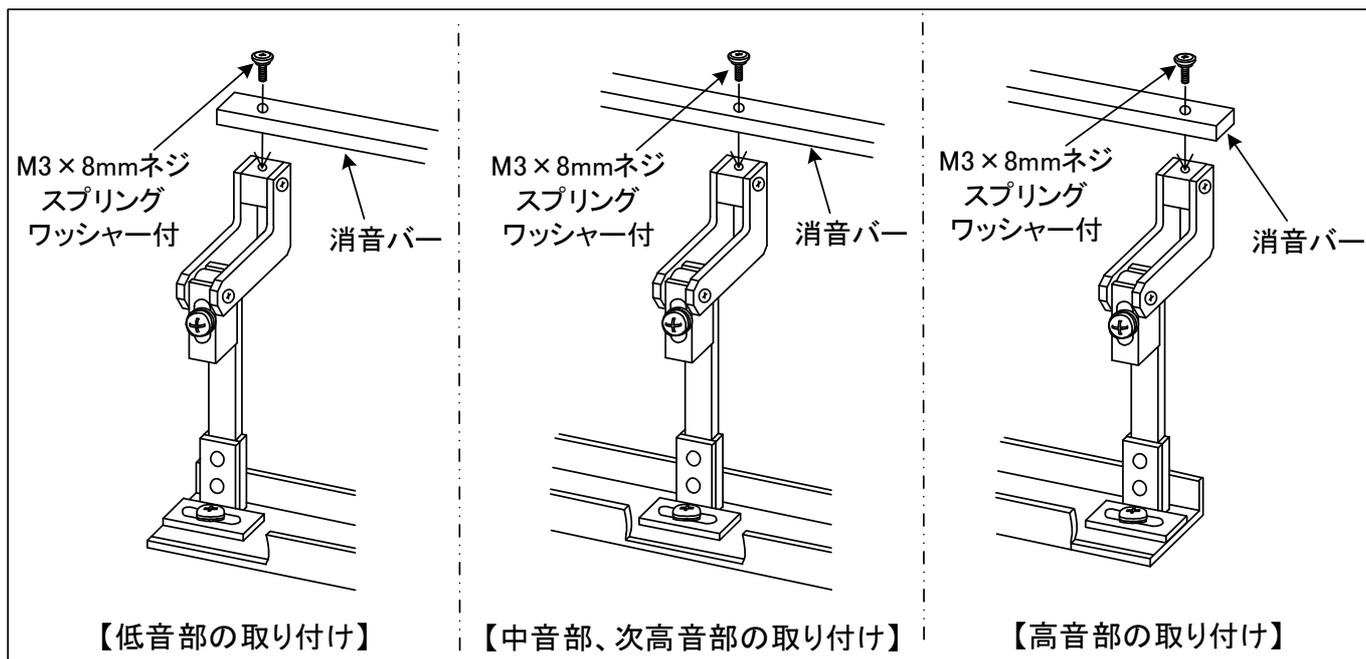
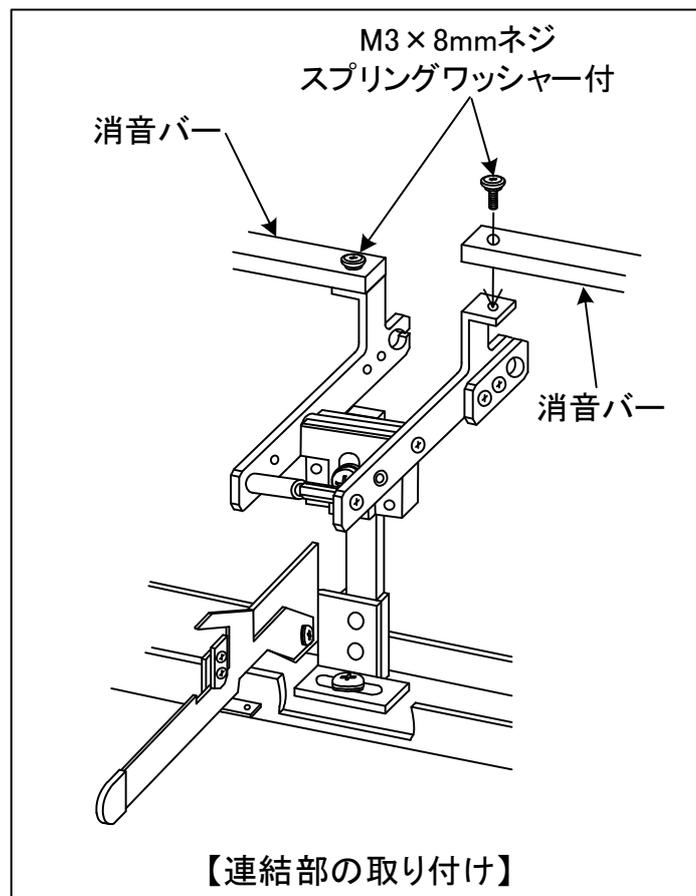

図4.3-7 各固定ユニットへの消音バーの取り付け
図4.3-8 連結部固定ユニットへの消音バーの取り付け
(5)各固定ユニットは図4.3-7、連結部固定ユニットは図4.3-8の様に消音バーを付属のM3×8mmネジスプリングワッシャー付で取り付ける。